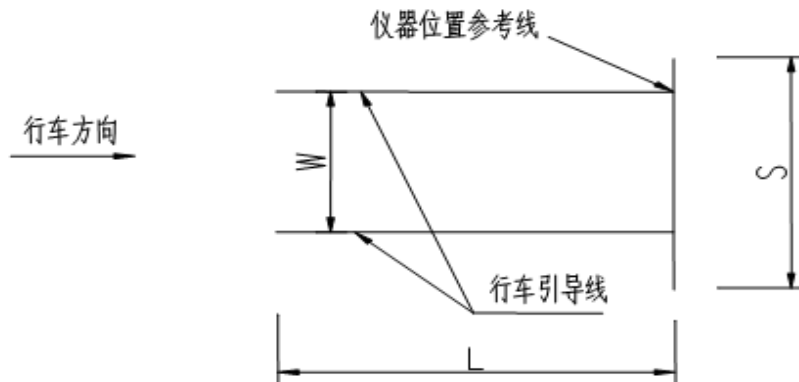

图 3.6 参考线
(3)、如图 3.6 所示：为了使测量时 FD-2（A、D）前照灯检测仪与被检车辆容易对正，建议在场地画两条行车引导线和一条与它们垂直的仪器位置参考线。